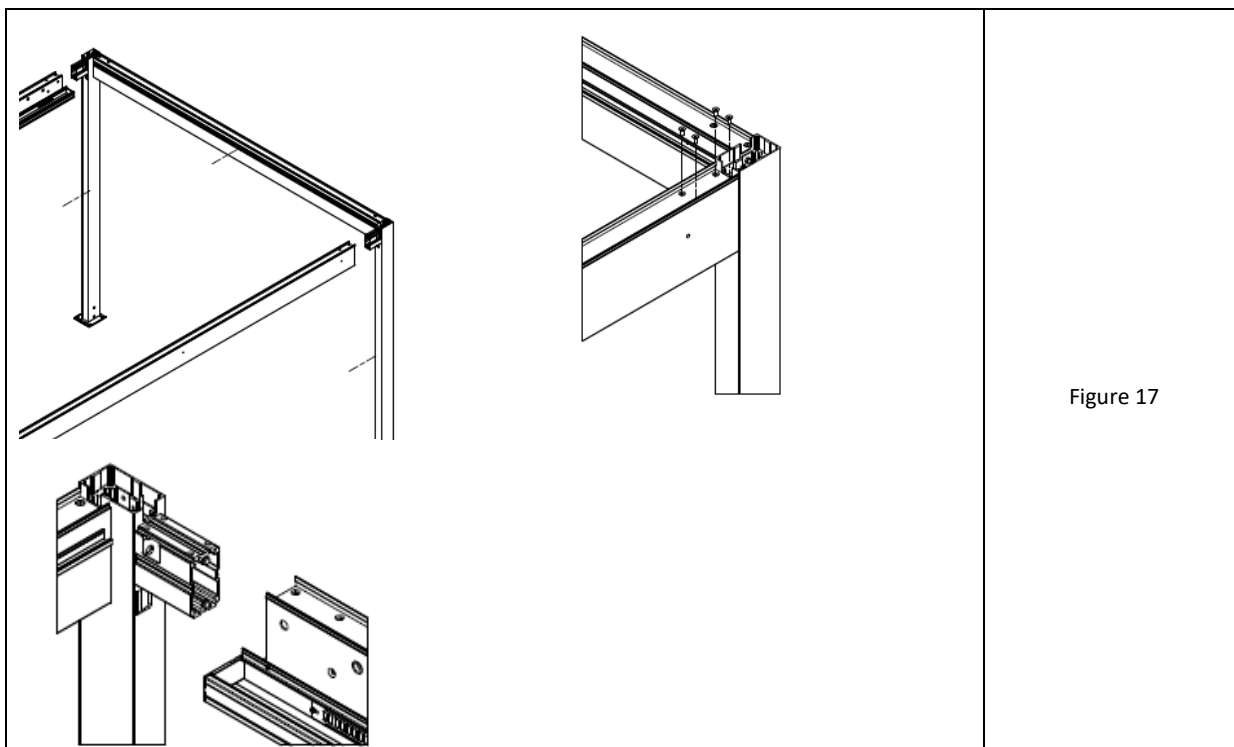

Figure 17
6. Visser les extrémités insérées des poutres longitudinales aux os du cadre transversal à l'aide de vis à tête fraisée M8 x 20 avec douille à six pans creux, conformément à la Fig.17.
**Attention :** Les poteaux avec le drainage de l'eau ont un trou carré sous l'os (Fig. 17 en bas). Lors de l'insertion des poutres longitudinales, des profils de drainage rectangulaires dépassent des poutres aux extrémités. Ils doivent être soigneusement insérés dans le profil du poteau lors de la mise en place.